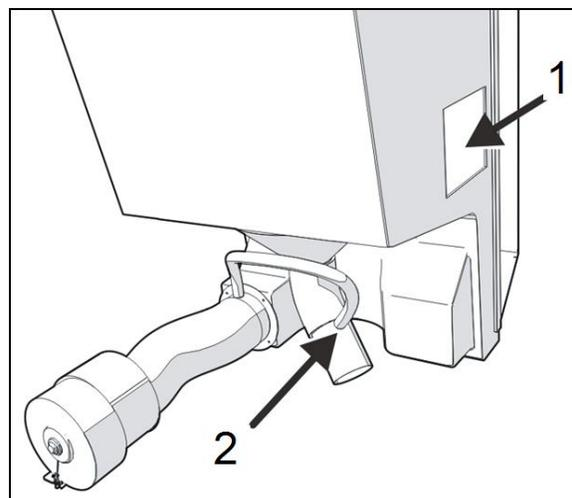

FIGURE 12
- Au travers l'ouverture de service (item 1, Figure 12), démonter le collier du boyau et déconnecter le boyau du tube qui va vers le réservoir septique (item 2, Figure 12).